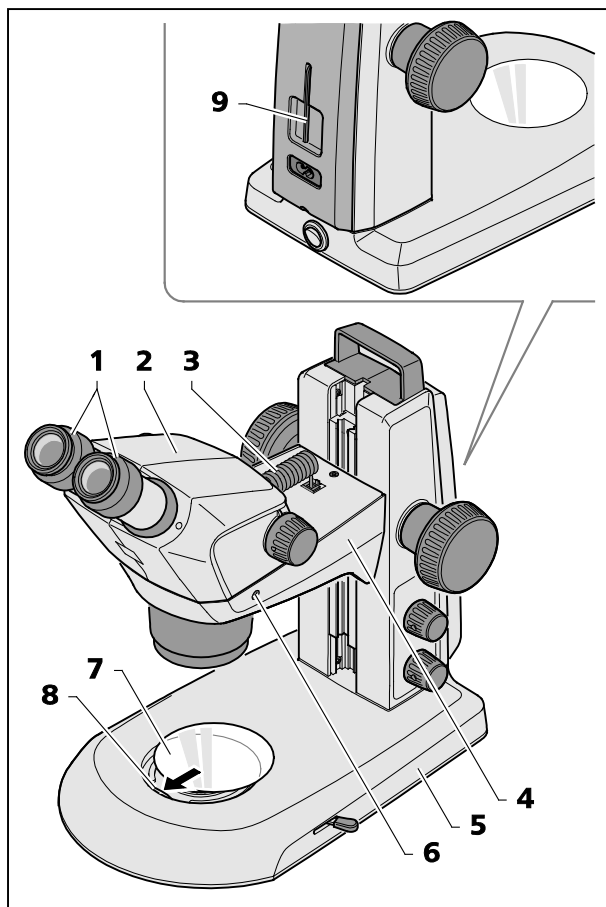

図 10 双眼実体顕微鏡の設置
- Stemi 305 本体 (図 10/2) をまだ取り付けしていない場合、これを Stemi キャリア (図 10/4) に挿入し、位置を調整し、固定ネジ (図 10/6) で固定します。
対応する六角棒レンチ (図 10/9) は機器背面のホルダーの中にあります。
- 2 個の接眼レンズ (図 10/1) をまだ取り付けしていない場合、これらを接眼レンズホルダーに差し込みます。
- 同梱の接続ケーブル (図 10/3) を Stemi 本体のソケットと Stemi キャリアのソケットに差し込みます。
- ガラスプレートまたはプラスチックプレート (黒/白) (図 10/7) をスタンドベースのマウントにセットします。
この時、ガラスプレートまたはプラスチックプレート (黒/白) をスプリング (図 10/8) に押し付けてかみ合わせます。